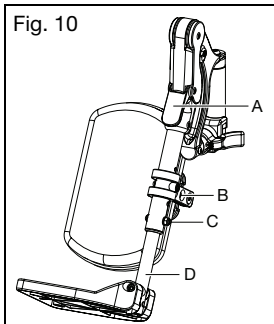

Fig. 10
- a. Retire el perno de montaje enroscado en el tubo del apoyapiernas al centro del soporte de la almohadilla (Fig. 10:B). En algunas circunstancias, por lo general, cuando la longitud del apoyapiernas está cerca del máximo, se usa un perno secundario (Fig. 10:C). Tal vez sea necesario quitar los pernos B y C para lograr longitudes cortas del apoyapiernas. Si el perno B pasa a través de la extensión, solo se requerirá dicho perno B.
- a. Para elevarlo, alce la parte posterior del tubo de extensión (Fig. 10:C). Deténgase en la posición deseada.
- b. Para bajar, sostenga firmemente la pierna por detrás del tubo de extensión (Fig. 10:C). Empuje la palanca de liberación hacia abajo y baje el soporte a la altura deseada (Fig. 10:A).